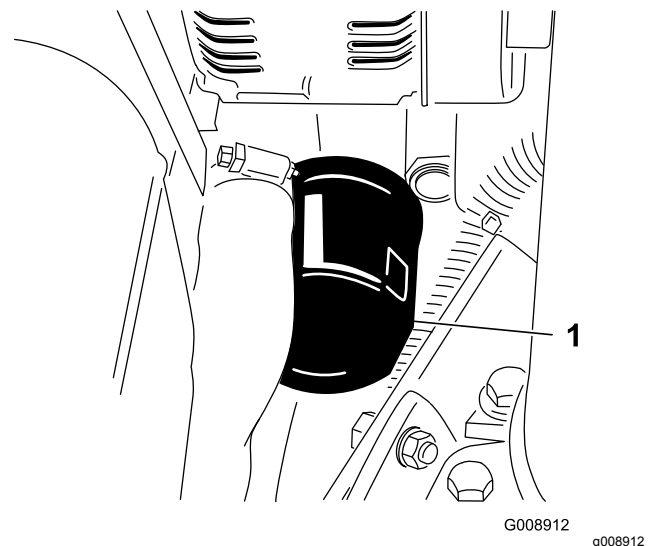

Bild 46
3. Entfernen Sie den Ölfilter (Bild 46).